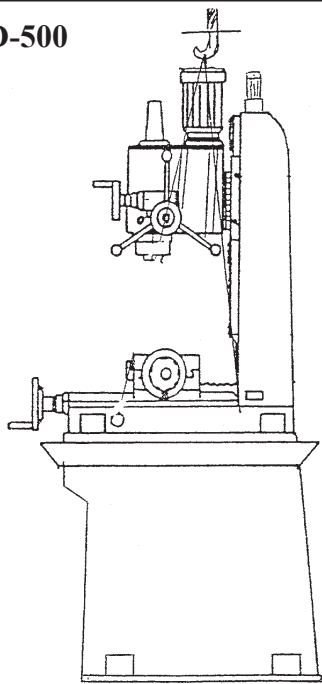

Fig. 6
## 8. DE VIKTIGSTE MASKINDELENE BRUK (se fig. 6)
2. Spaker Fig. 6 pos. 8 (H.L.).
3. Spaker Fig. 6 pos. 9 (1-, 2-, 3-hastighets)